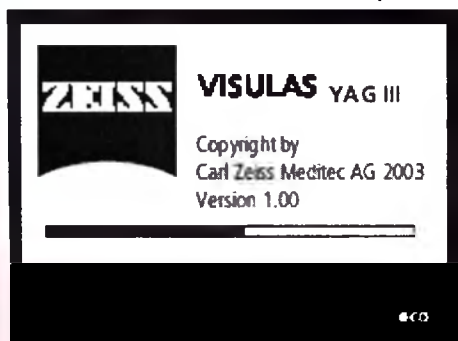

Рис.30 Проверка системы
- После включения системы YAG с помощью ключевого выключателя (4, рис.12) система проводит самопроверку (рис.30). Затем активизируется режим Combi, и на дисплее консоли YAG появляется индикация рис.21. Управление YAG-лазером осуществляется только с пульта управления VISULAS 532s.